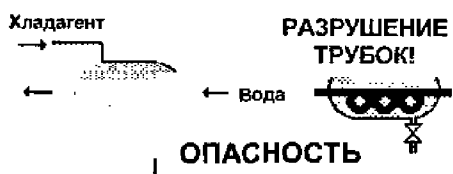

Рис. 57.14
**В самом деле, опасность замерзания воды в трубках теплообменника очень велика, а если вода в трубках замерзнет, они немедленно разрушатся и холодильный контур будет контактировать с водяным контуром (см. рис. 57.14).**